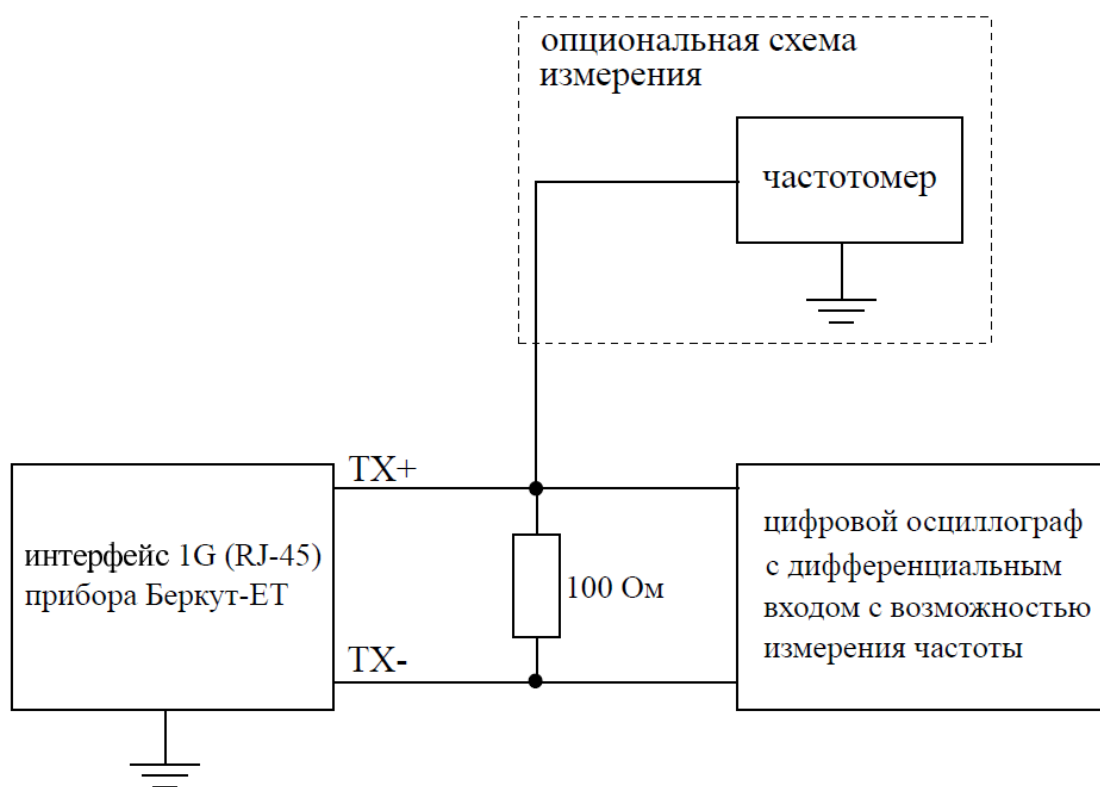

Рисунок 9.1. Схема подключения
Проверку частоты тестового сигнала интерфейса 1G Ethernet проводят в соответствии со схемой, представленной на рис. 9.1.
- Подключить прибор по схеме, представленной на рис. 9.1.